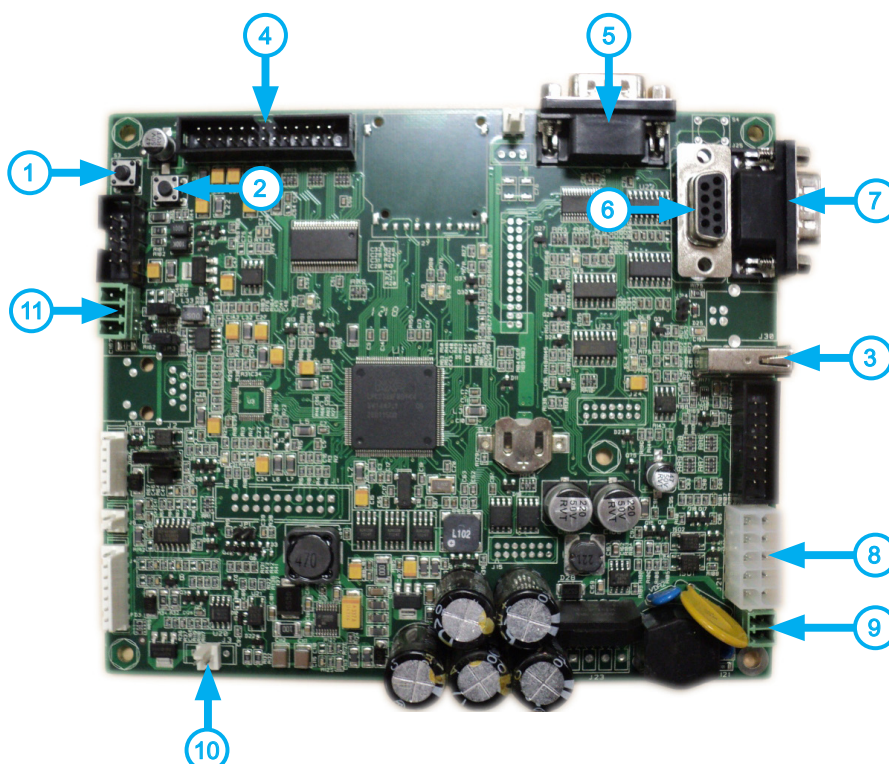

Рисунок 70 - Плата управления (контроллер)
Переход в сервисный режим осуществляется нажатием соответствующей кнопки на 4х-кнопочной клавиатуре, расположенной на внутренней стороне двери автомата. В случае неисправности кнопки на клавиатуре переход в сервисный режим осуществляется нажатием и удержанием в течение 2-3 секунд кнопки (1) или (2), расположенными на плате управления (см.рис.70).